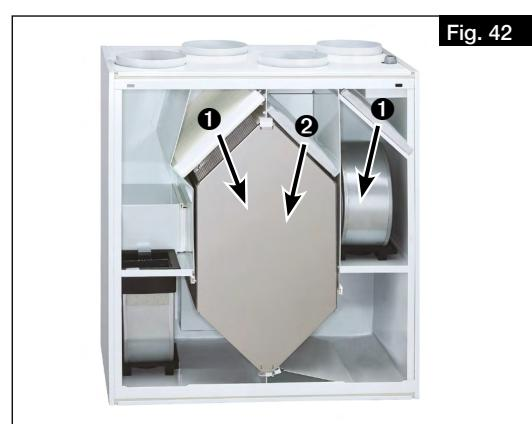

Fig. 42
2. Retirer le filtre air extérieur ① et air extrait ② vers l'avant et les remplacer (voir Fig. 42).